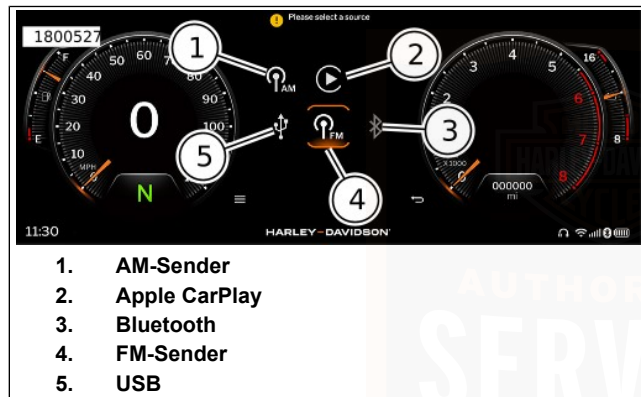

Abbildung 88. Quelle auswählen
Siehe Abbildung 88. Die gewünschte Medienquelle durch Drücken der OK/Eingabe-Taste (5) am LHCM oder Antippen des Symbols auf dem Bildschirm auswählen.